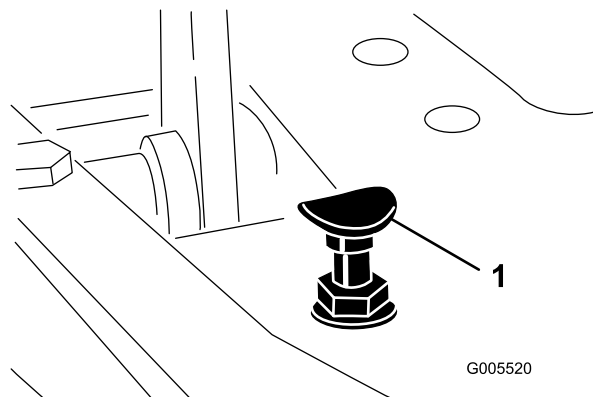

図 56
モードレバーを「移動走行」位置にセットし、ペダルを一杯に踏み込めば最高速度となります。ケーブルに張力が掛かる前にペダルがストップ（図 56）に当たる場合には調整が必要です。
1. モード・レバーを「移動走行」位置にセットし、ペダルストップを固定しているロックナットをゆるめる（図 56）。